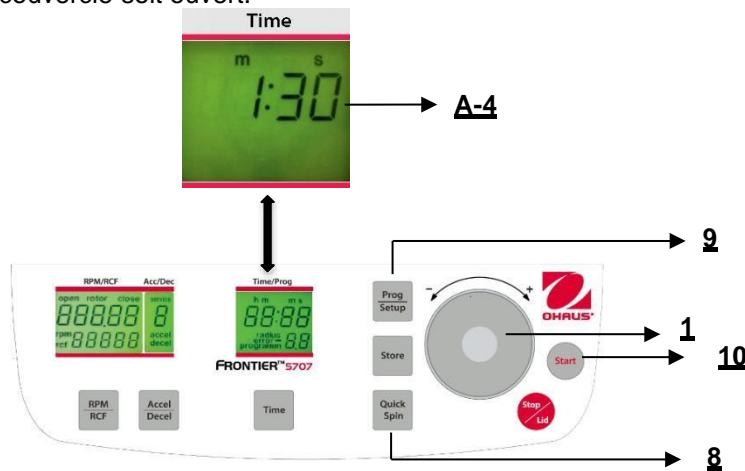

Figure. 24
La centrifugeuse peut être démarrée avec la touche "Start" (10) (voir la figure 24) ou avec la touche "Quick Spin" (8).